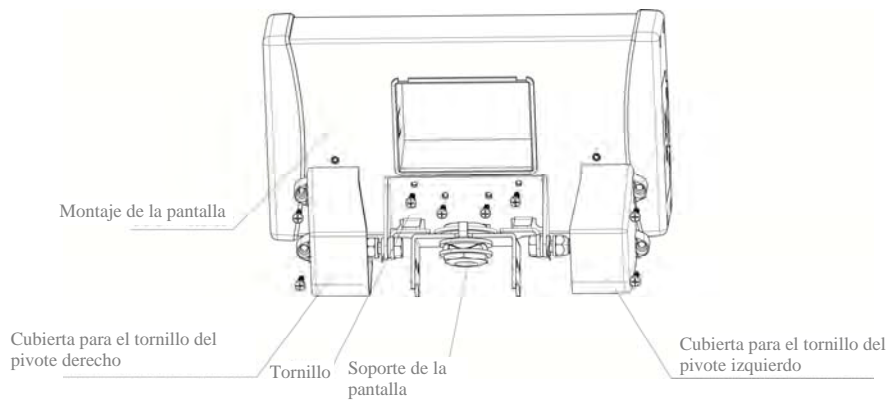

Figura 6
13. Rote el soporte de la pantalla para que permanezca perpendicular al pasamano (ver la figura 6). Coloque el ensamblaje de la pantalla cerca del soporte de la pantalla. Enchufe el conector de la célula de carga dentro del puerto de la célula de carga localizado en la parte posterior del ensamblaje de la pantalla. El puerto tiene la etiqueta "LOAD CELL" (ver la figura 7).